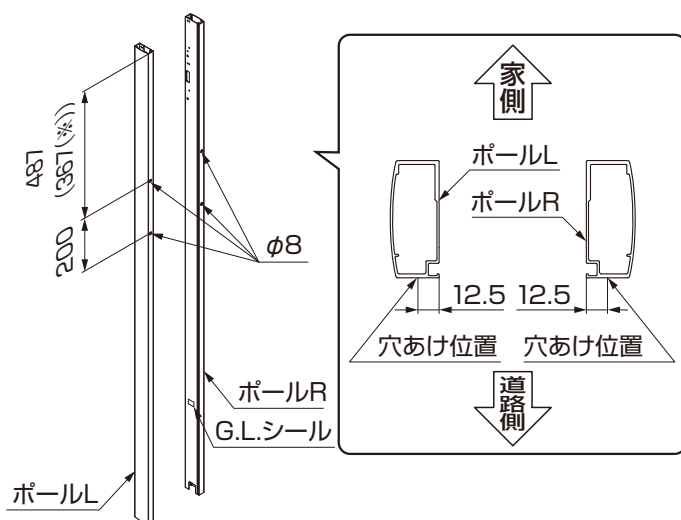
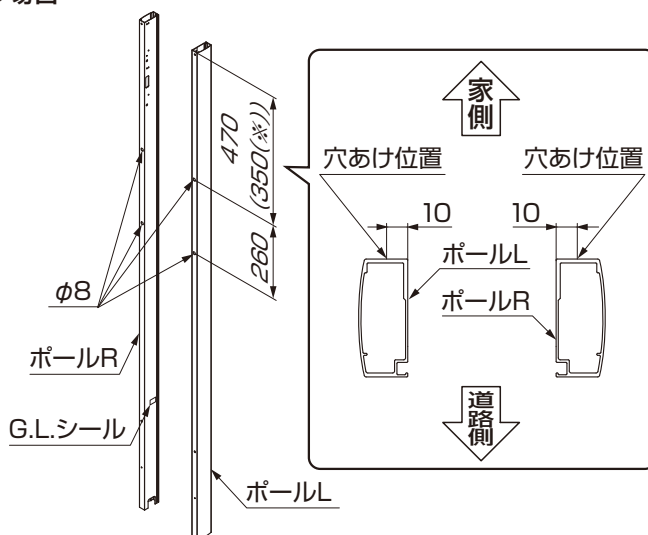

図3-1 ヴェール・プレイン・フラット横型ポストの場合
図3-2 縦型ポスト・フラット縦型ポスト・セキュリティ縦型ポストの場合
① ポールR・ポールLにφ8の穴をそれぞれ2ヶ所ずつあけてください。(図3-1、図3-2参照)